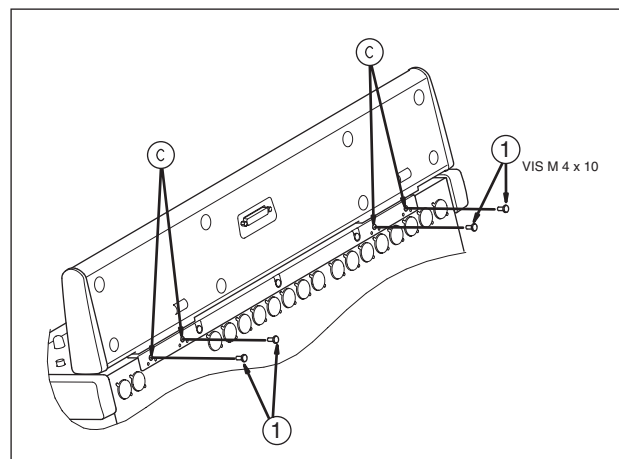

Figure 2: Fixation du MU-1000 sur la console de mixage numérique
- 2 En maintenant le MU-1000 dans cette position, utilisez les quatre vis M4 x 10 (1) fournies pour fixer le MU-1000 dans les orifices appropriés de la console de mixage (C) (voir Figure 2 ci-dessous):